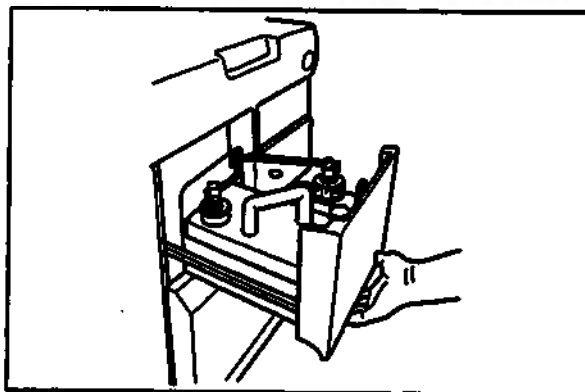

Рис. 4.56
1. Выдвиньте лоток для моющего раствора/спирта, удерживая его за область, отмеченную словом «PULL» (см. рис. 4.56).